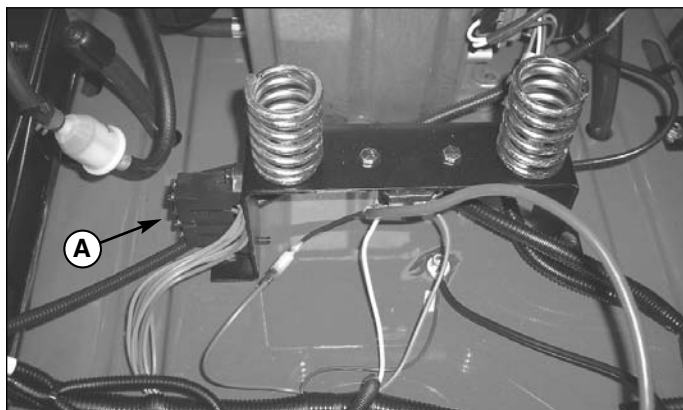

Figure 36. Remplacement de fusibles
2. Soulevez le siège. Le bloc de fusibles (A sur la Figure 36) est situé sur le côté droit du support arrière du siège.